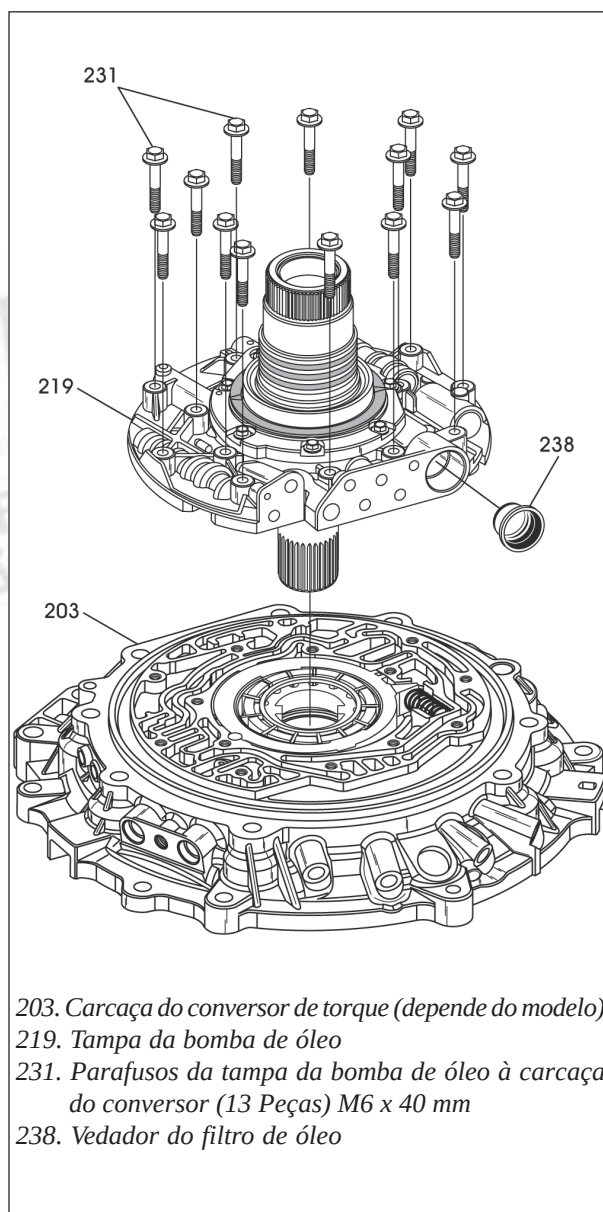

Figura 72
37. Instale o outro anel separador no topo do rotor e dentro das palhetas. O conjunto finalizado deve parecer com a ilustração na figura 72. **Nota: Lubrifique o rotor,**
38. Instale a tampa da bomba de óleo pré montada na carcaça do conversor, conforme mostra a figura 72. **Nota: Instale o vedador do filtro se não foi instalado anteriormente no sub conjunto da tampa da bomba.**
39. Instale os parafusos de fixação da tampa da bomba de óleo à carcaça do conversor em seus alojamentos, conforme mostra a figura 72, e aperte-os somente com as mãos por enquanto.